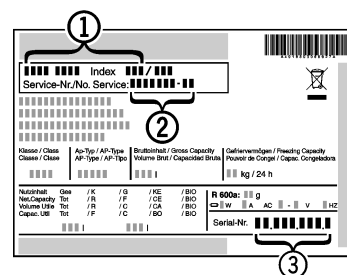

Fig. 6
- ▶ Aflæsapparatets betegnelse *Fig. 6 (1)*, service-nr. *Fig. 6 (2)* og serie-nr. *Fig. 6 (3)* fra typeskiltet. Typeskiltet er anbragt på apparatets venstre inderside.
- ▶ Underret vores kundeservice og meddel fejlen, apparatets betegnelse *Fig. 6 (1)*, service-nr. *Fig. 6 (2)* og serie-nr. *Fig. 6 (3)*.